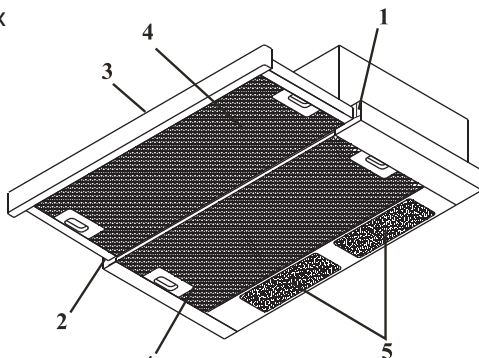

Рис.1
Кухонная вытяжка состоит из следующих элементов (Рис. 1):
- открыть обе части жировулавливающего фильтра (Рис.1 поз. 4),
- открыть обе части жираулавливающего фильтра (Рис.1 поз. 4),
Демонтаж фильтров (Рис. 1 поз. 4) осуществляется следующим образом: